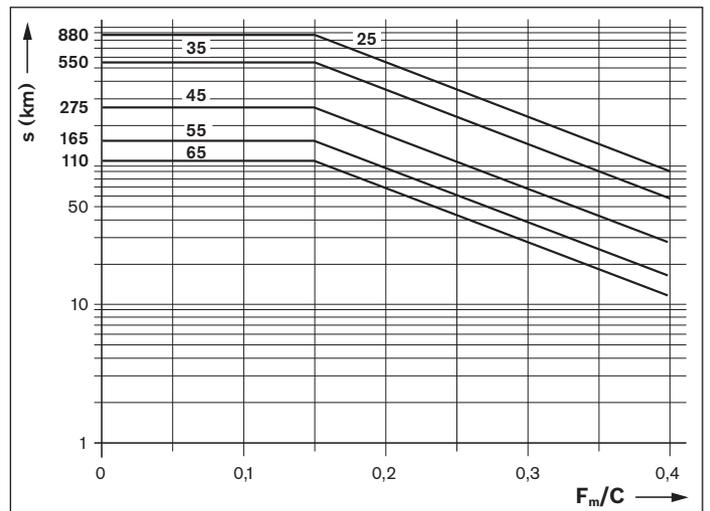

Bild 1: Nachschmierintervall
- ▶ Wenn das Nachschmierintervall nach Bild 1 erreicht ist, die Nachschmiermenge nach Tabelle 2 einbringen.
- ▶ Wenn das Nachschmierintervall nach Bild 1 erreicht ist, die Nachschmiermenge nach Tabelle 2 pro Schmieranschluss einbringen.